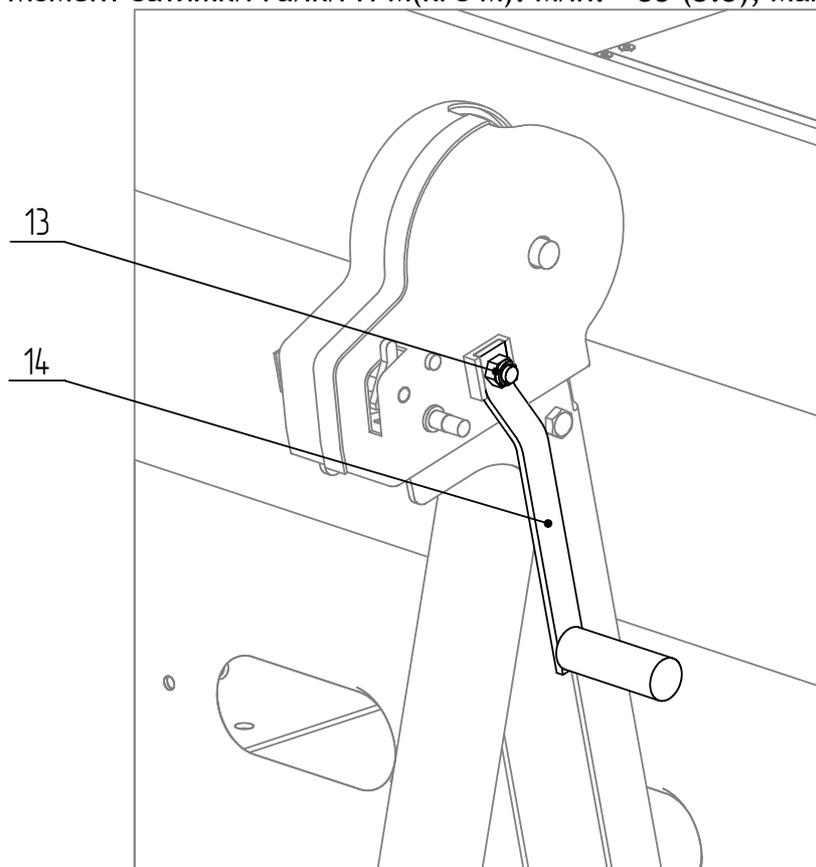

Рис.8
6.8 Установите ручку лебёдки поз.14 и затяните гайкой поз.13 из комплекта лебёдки рис.8. Момент затяжки гайки Н·м(кгс·м): мин. - 35 (3.5), макс. - 42 (4.2).